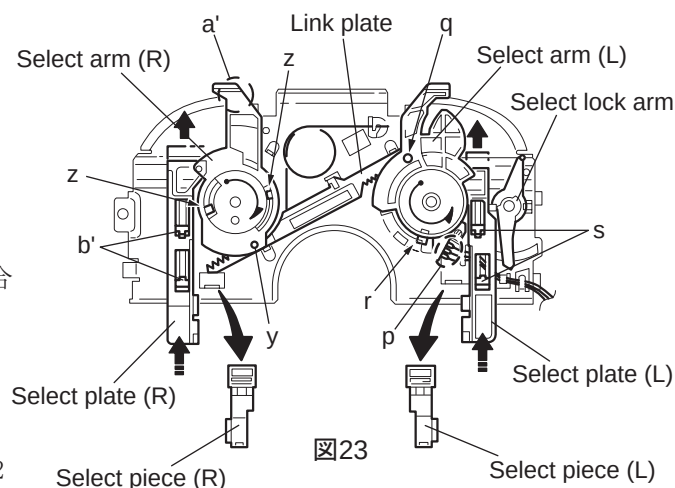

図23
■SELECT ARM(L) / SELECT PLATE (L) / SELECT LOCK ARMの外し方 (図23, 24参照)